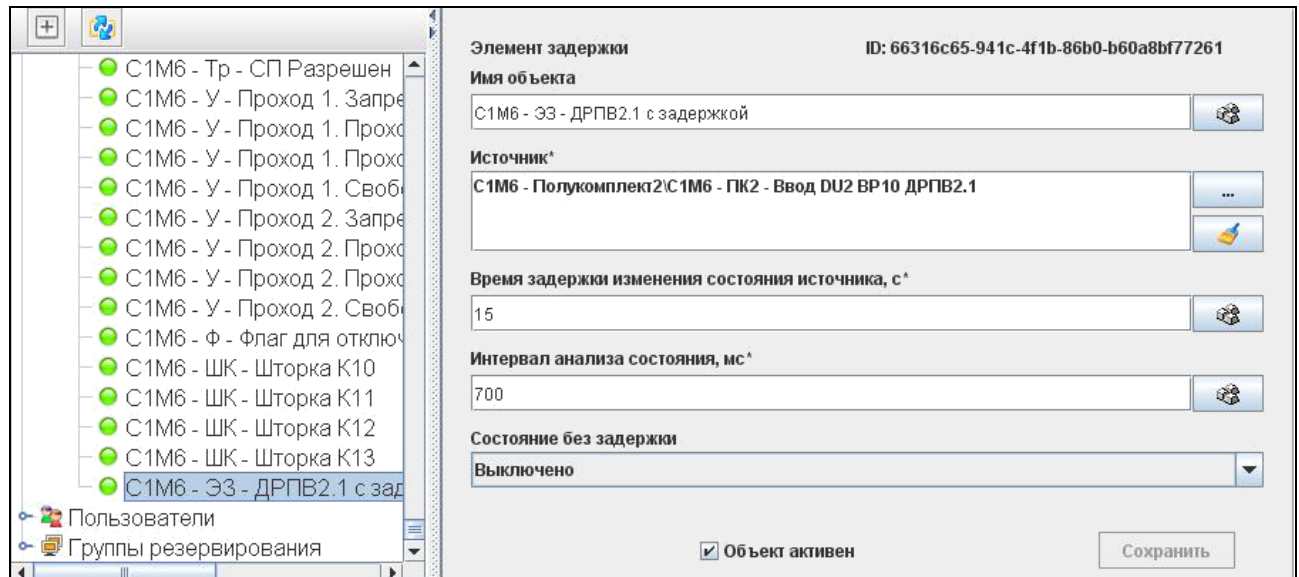

Рисунок 45 — Элемент задержки
3.10.22.1. Служит для фильтрации ложных изменений состояния дискретного устройства. Применяется для фильтрации дребезга датчиков потока воздуха и т. п. (рис. 45).